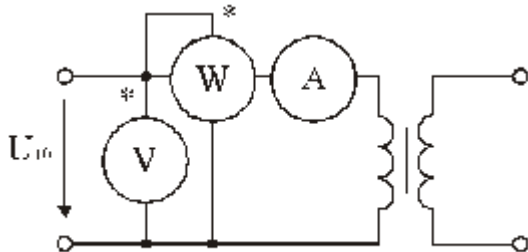

Рис. 6.5
8. Получены следующие показания приборов при холостом ходе трансформатора (рис. 6.5) и частоте 50 Гц: $U_{10}=220$ В; $I_{10}=1,0$ А; $P_{10}=120$ Вт. Определить коэффициент мощности $\cos\varphi_1$; индуктивность первичной обмотки трансформатора.